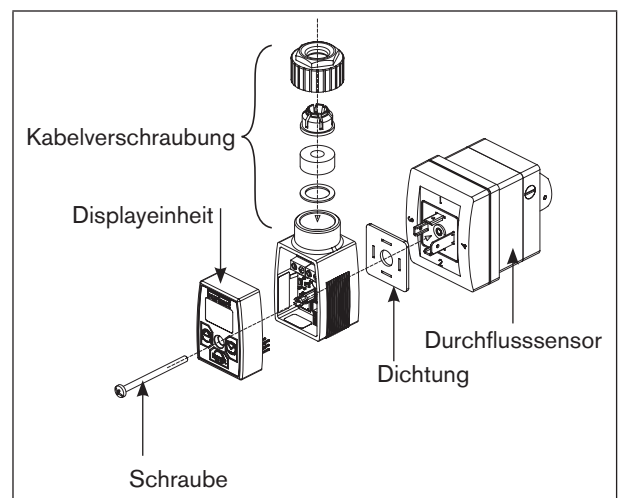

Bild 9: Anbringen des Geräts am Sensor (Beispiel eines Geräts mit Kabelverschraubung und Displayeinheit, angebracht an einem Sensor Typ SE30)
- Das Gerät richtig positionieren (siehe Bild 9) und am 4-poligen Gerätestecker des Durchflusssensors einstecken.